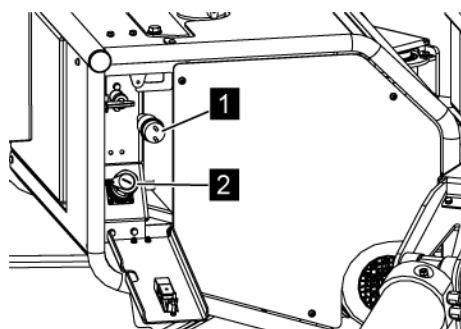

Abb. 48: Bedienpult einschalten
1. → Sicherstellen, dass die Kabelfernbedienung nicht angeschlossen ist und der Überbrückungsstecker (Abb. 48/2) verriegelt ist.
2. → Stecker (Abb. 48/1) mit einem Verlängerungskabel verbinden. Dabei die maximalen Kabellängen beachten (↪ „Kabellängen“ auf Seite 42).